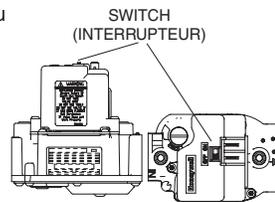

Figure 1
6. Move the gas control switch to the "OFF" position. (See Figure 1)
7. Wait five (5) minutes to clear out any gas. Then smell for gas, including near the floor. If you smell gas, **STOP!** Follow "B" in above information. If you don't smell gas, go to the next step.
8. Move the gas control switch to the "ON" position. (See Figure 1)
6. Réglez l'interrupteur de commande du gaz à la position "OFF". (voir Figure 1).
7. Attendre cinq (5) minutes pour s'assurer de la dissipation du gaz. En cas d'odeur, **ARRÊTER LE PROCÉDÉ.** Suivre les instructions ci-dessus (Section B). En l'absence de toute odeur de gaz, avancer à l'étape suivante.
8. Réglez l'interrupteur de commande du gaz à la position "ON". (voir Figure 1).
4. Move the gas control switch to the "OFF" position. Do not use force. (See Figure 1)
4. Réglez l'interrupteur de commande du gaz à la position "OFF". Ne forcez pas. (voir Figure 1).